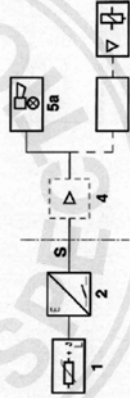

Bild 1: Schematischer Aufbau der Überfüllsicherung
- (1) Überfüllsicherungen sind Einrichtungen, die rechtzeitig vor Erreichen des zulässigen Füllungsgrades im Behälter den Füllvorgang unterbrechen oder akustisch und optisch Alarm auslösen.
- (2) Unter dem Begriff Überfüllsicherungen sind alle zur Unterbrechung des Füllvorgangs bzw. zur Auslösung des Alarms erforderlichen Anlageteile zusammengefasst.
- (3) Überfüllsicherungen können außer Anlageteilen mit Zulassungsnummer auch Anlageteile ohne Zulassungsnummer enthalten. Aus Bild 1 der Zulassungsgrundsätze für Überfüllsicherungen geht hervor, welche Anlageteile stets eine Zulassungsnummer haben müssen (Anlageteile links der Trennungslinie).
- (4) Als atmosphärische Bedingungen gelten hier Gesamtdrucke von 0,08 MPa bis 0,11 MPa* und Temperaturen von -20 °C bis +60 °C.
3 Aufbau von Überfüllsicherungen (siehe Bild 1 der Zulassungsgrundsätze für Überfüllsicherungen)
(1) Überfüllsicherungen müssen bei Ausfall der Hilfsenergie (Über- bzw. Unterschreiten der Grenzwerte) oder bei Unterbrechung der Verbindungsleitungen zwischen den Anlageteilen diese Störung melden oder den Höchstfüllstand anzeigen.
(2) Dies kann bei Überfüllsicherungen nach Bild 1 der Zulassungsgrundsätze für Überfüllsicherungen durch Maßnahmen nach den Nummern 5.1.2 bis 5.1.4 erreicht werden, womit auch gleichzeitig die Überwachung der Betriebsbereitschaft gegeben ist.